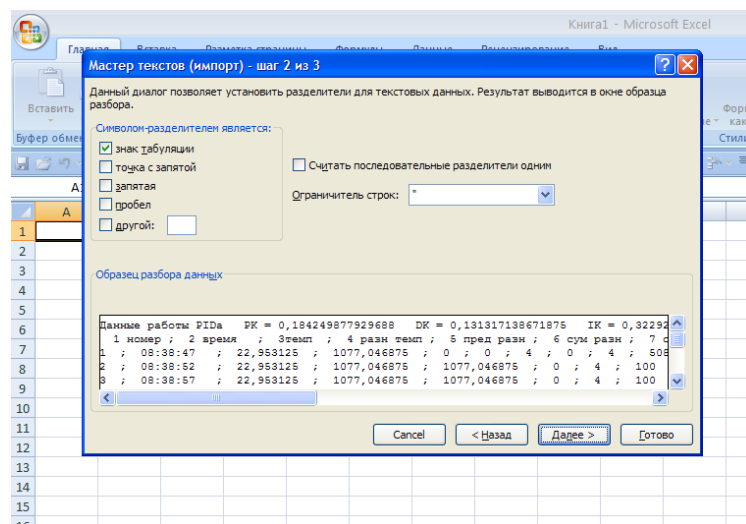

Рис. 21
4.23.6 Выбираем формат данных “С разделителями” кнопка “Далее” (рис. 21).